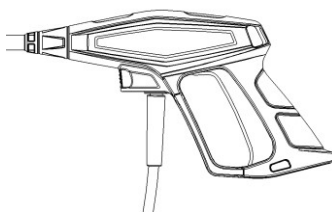

Figura 5
3. Empuje el botón de bloqueo a través de la palanca para bloquear el gatillo y colocarlo en la posición de OFF. Ver figura 5.